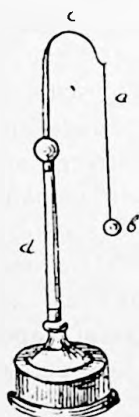

Fig. 15.
**Cele două feluri de electricitate. Pendulul electric. Experiență.** — Luăm un *pendul electric* (fig. 15), format dintr'o bobită de soc *b*, legată printr'un fir de mătase *a* la un suport *c d* izolator. Apropiem de un astfel de pendul electric un baston de sticlă electrizat prin frecare cu o blană de pisică (fig. 15) și vom observa că bobita de soc e atrasă de baston, vine în contact cu el și apoi e respinsă. Depărtăm bastonul, îl frecăm din nou ca să-și menție electricitatea și-l a-